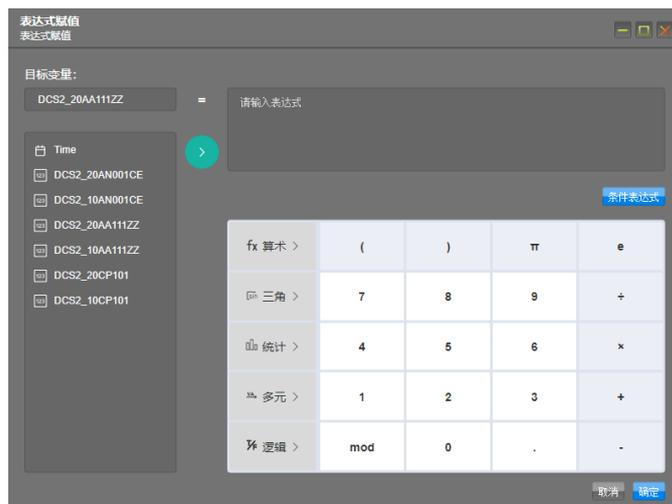
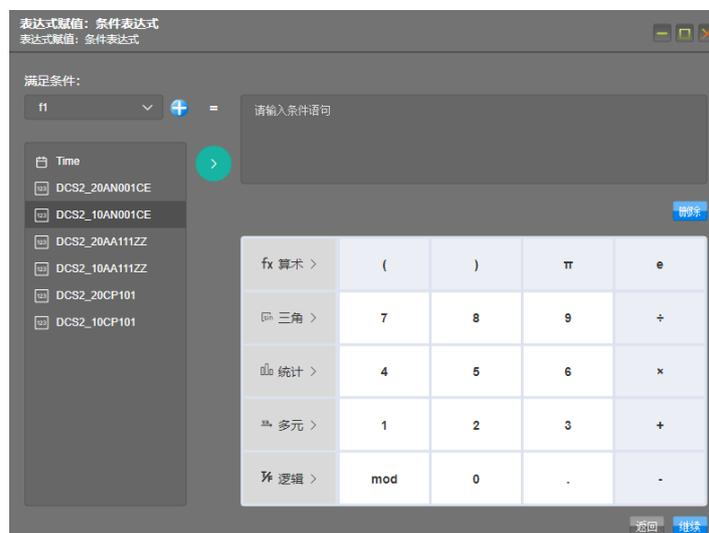
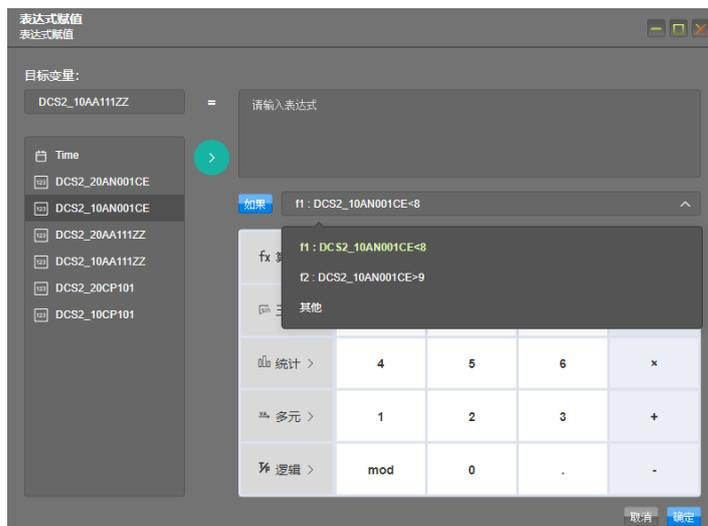

图102 表达式赋值
图103 条件表达式
图104 启用条件语句后的表达式赋值弹窗
当目标变量是由其他变量通过一定的函数变换生成时，可以使用表达式赋值的方式。表达式赋值的页面如图 102 所示。
- 条件运算：即分段函数，由两部分组成：条件语句与表达式，二者一一对应。开启条件运算的条件是点击弹窗中高亮的“条件表达式”按钮，并进入新的弹窗，如图 103 所示。该弹窗的形式与使用方法与图 102 中的弹窗基本一致，但在右上角相同的位置上需要用户输入条件语句，其输出值为布尔值（True/False）；可以通过左侧的“+”按钮建立多个条件语句；当用户输入了条件语句后，点击“继续”按钮可以返回初始的表达式赋值窗口，并会在输入栏下方看到已经建立的分段条件语句（其他为自动生成），如图 104 所示。切换不同的条件语句会同步切换不同的表达式输入框。